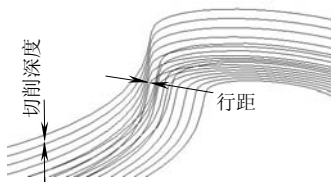

图 5-8 沿路径刀具路径
- 3) 沿路径：这是一种浅滩区域默认的刀具路径样式，如图 5-8 所示。